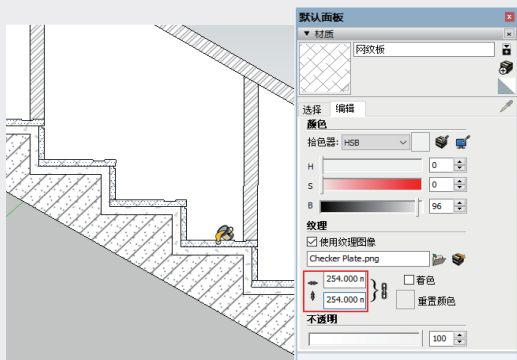

图3-228
- 05 选择“网纹板”材质, 并赋予台阶面, 如图3-228所示。